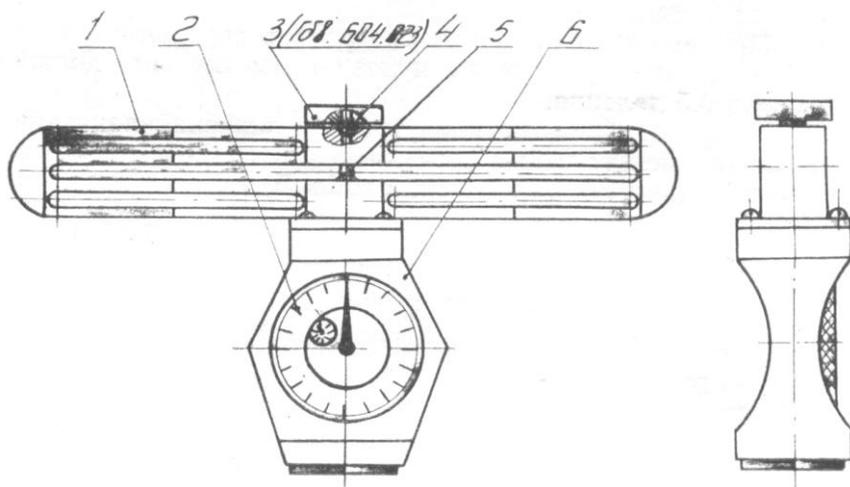
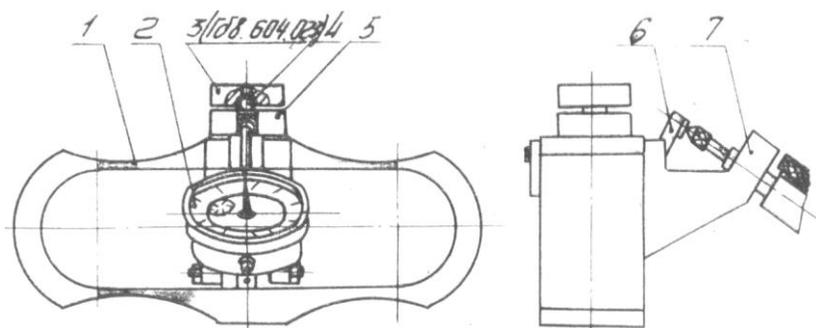

Рис.1. Динамометры ДОСМ-3-0,05; ДОСМ-3-0,1 и ДОСМ-3-0,2:
Рис. 2. Динамометры ДОСМ-3-1 и ДОСМ-3-3:
У динамометра, представленного на рис. 1, упругий элемент воспринимает нагрузку через накладку 3 и шарик 4, а у динамометров, представленных на рис. 2 и 3, дополнительно через упор 5. Под действием нагрузки упругий элемент деформируется и передает величину своего прогиба на индикатор 2 непосредственно через упор 5 у динамометра, указанного на рис. 1, или рычаг 6 у динамометров, представленных на рис. 2 и 3.
Индикатор закреплен в корпусе 6 (см. рис. 1) или в основании 7 (см. рис. 2 и 3).
5.4. После случайной перегрузки динамометра усилием свыше 10% от предельного значения необходимо тщательно осмотреть динамометр с целью выявления трещин в упругом элементе 1 (см. рис. 1, 2 и 3) и проверить взаимодействие подвижных частей динамометра вхолостую (без нагрузки).